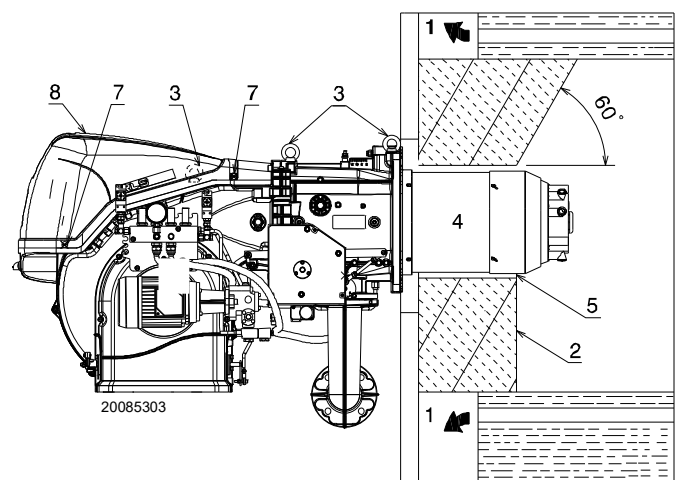

Fig. 13
Para calderas con paso de humos delantero 1)(Fig. 13) o con cámara de inversión de llama, colocar una protección de material refractario 5) entre el refractario de la caldera 2) y el embudo llama 4).
Prepare un sistema adecuado de elevación en-ganchándolo a los anillos 3)(Fig. 13).
- ... la protección térmica suministrada con la instalación en el tubo llama 4)(Fig. 13).